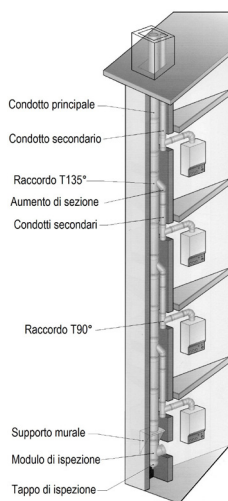
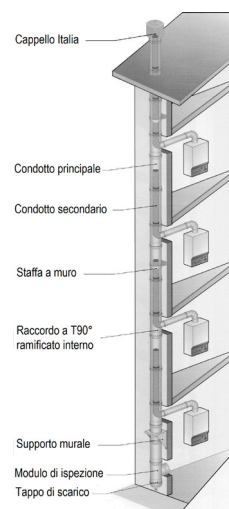

Fig.7A
Fig.7B
- Inserire ora il raccordo a T che permette di collegare il canale da fumo al camino: in funzione della tipologia dell'impianto prevista dal progettista, dovrà essere installato un raccordo a T 90 di tipo coassiale (**fig. 7B**) oppure inclinato a 45° (**Fig. 7A**).
→ Inserire ora il raccordo a T che permette di collegare il canale da fumo al camino: in funzione della tipologia dell'impianto prevista dal progettista, dovrà essere installato un raccordo a T 90° di tipo coassiale (fig. 7B) oppure inclinato a 45° (fig. 7A).